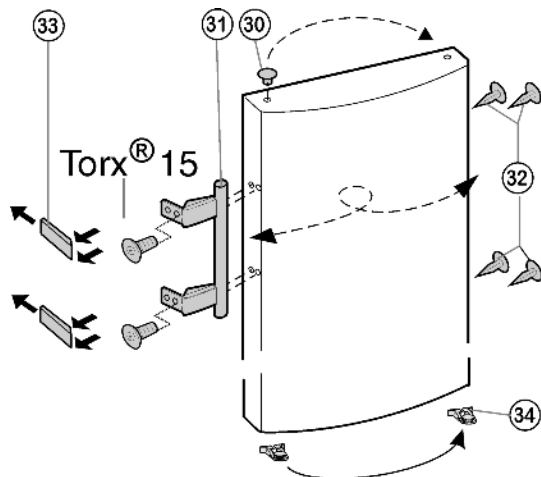

Fig. 11
- ▶ Faire déclipser le crapaud élastique Fig. 11 (34) hors de la porte et le placer du nouveau côté de la charnière.\*
- ▶ Enlever le bouchon Fig. 11 (30) du coussinet de la porte et le mettre de l'autre côté.
- ▶ Démontez la poignée de porte Fig. 11 (31), le bouchon Fig. 11 (30) et les plaques d'appui Fig. 11 (33) puis les repositionner sur le côté opposé